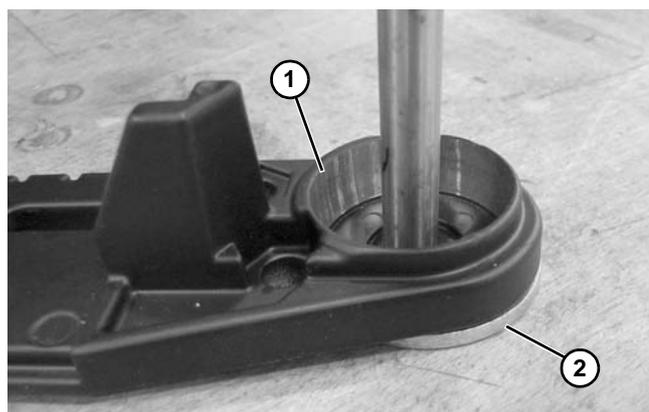

**Figura 91**
10. Sujete el conjunto tipo Mid Drive (**Figura 91, artículo 1**) con un tornillo (**Figura 91, artículo 2**) en cada lado del bloque de montaje. Apriete el tornillo a 7 Nm.